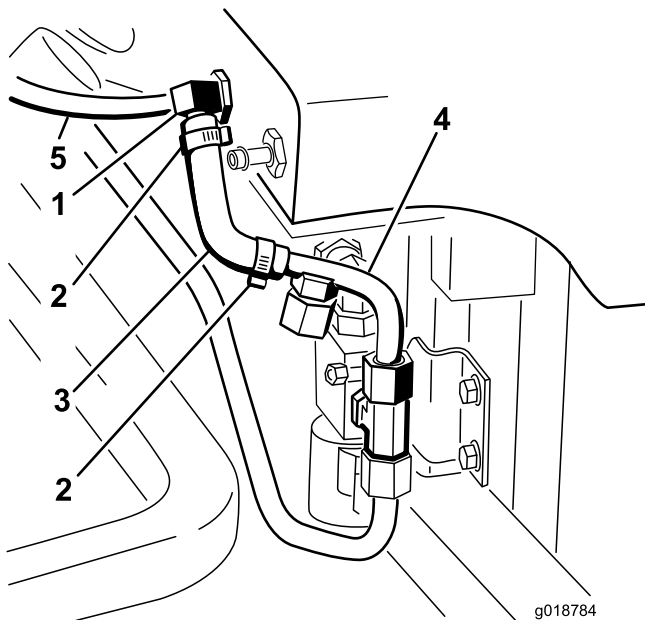

図 32
11. モールドタイプの細い油圧ホースに小さいホースクランプ2個を取り付ける 図 32。
12. モールドホースの長い方の端部を、油圧オイルタンクの 90 度 T 字フィッティングに取り付ける 図 32。
13. モールドホースの短い方の脚を、油圧ライン4番のバーブ端部に取り付ける 図 32。
15. 油圧ラインホース5番を、小さい 90 度 T 字フィッティングに仮止めする 図 32。